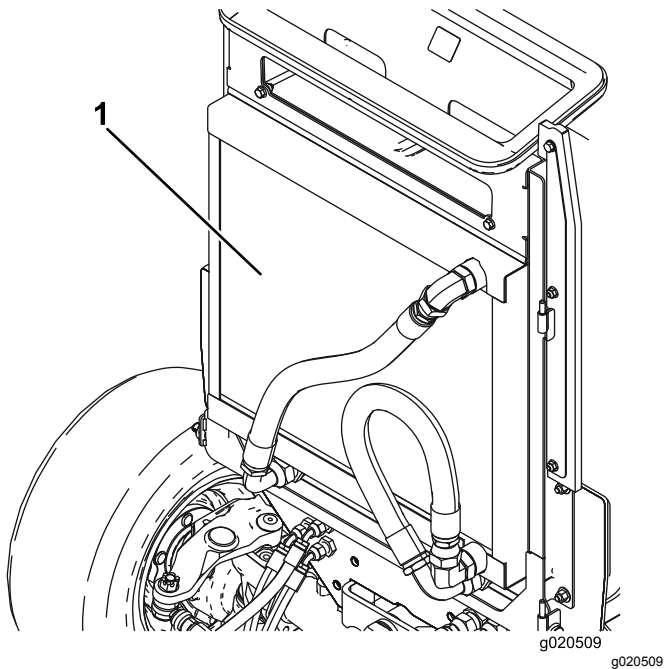

Figura 79
3. Limpie a fondo ambos lados del enfriador de aceite y del radiador (Figura 79) con aire comprimido. Empezando en la parte delantera, sopla los residuos hacia la parte trasera. Luego, limpie desde atrás, soplando los residuos hacia adelante. Repita este procedimiento varias veces hasta eliminar todos los residuos.